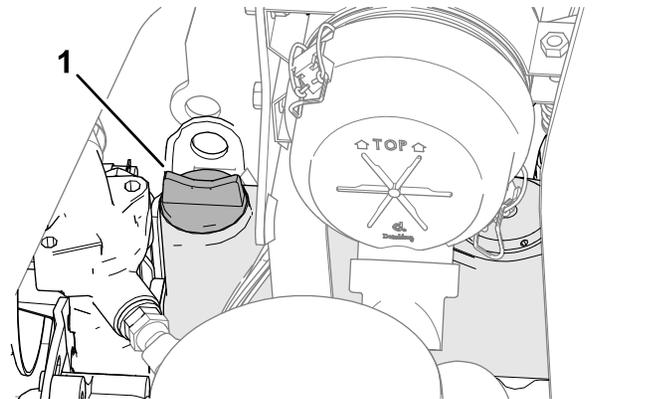

图 69
5. 如果油位较低请取下加油盖 (图 69) 缓慢添加少量机油不时检查油位直至油位达到量油尺上的“已满”标记。